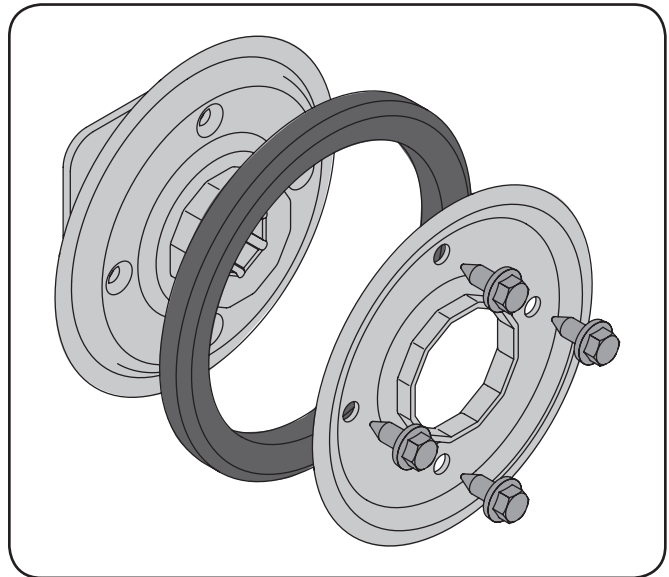

Figura 7-10
1. Saque los cuatro tornillos que mantienen unidas las placas laterales de la rueda de fricción. Vea la Figura 7-10.